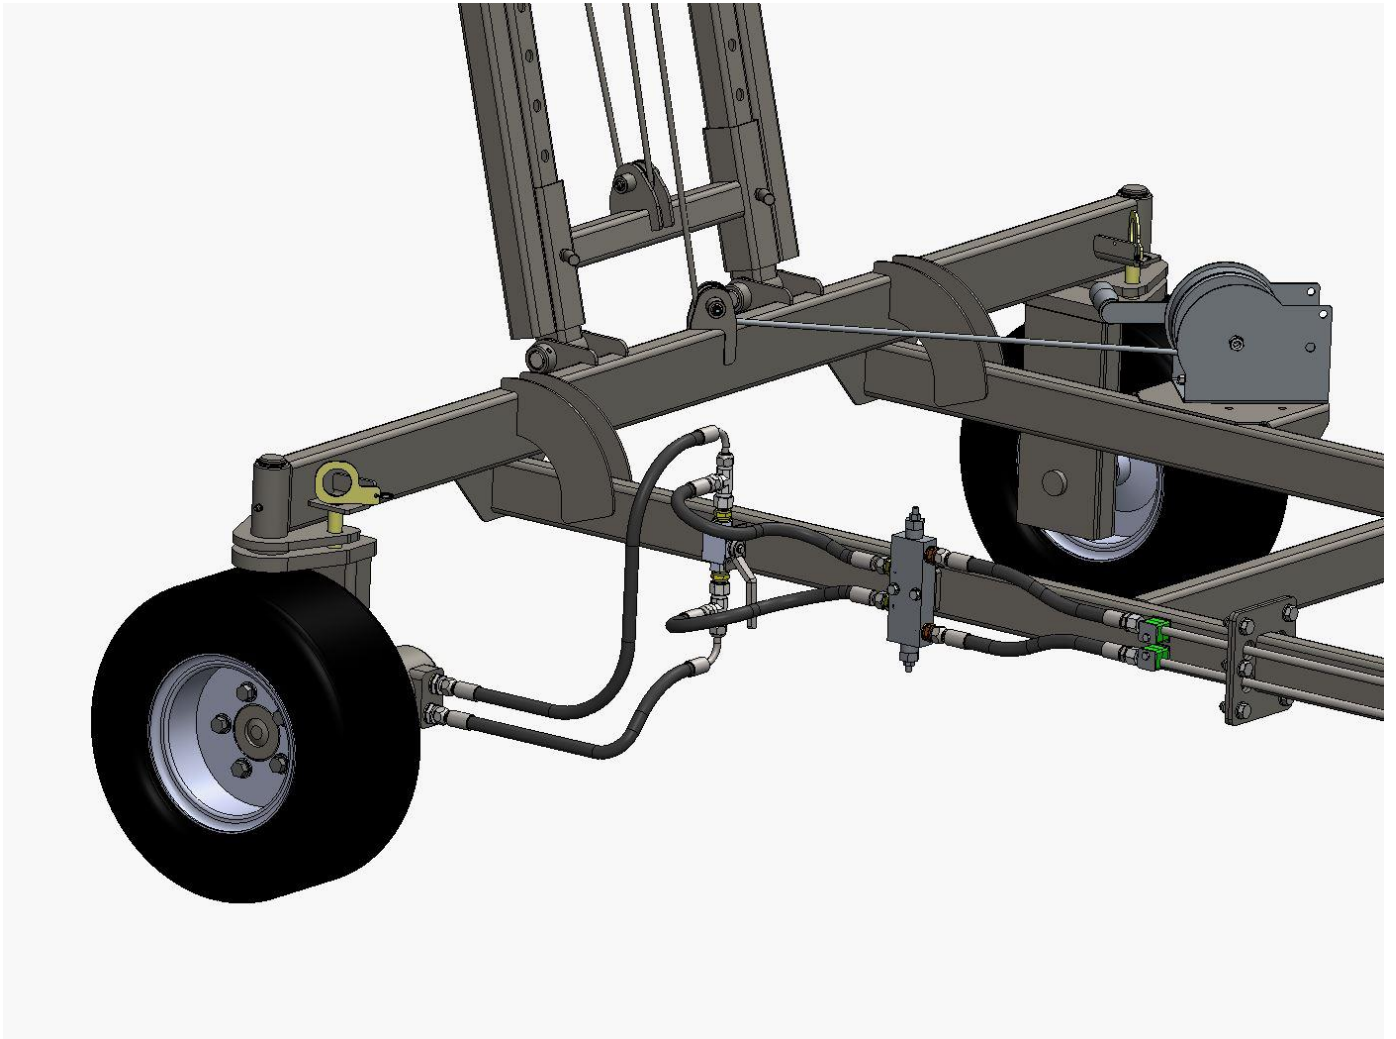

Abb. 8.
3. Drehen Sie die Räder des Förderers gerade und sperren Sie sie mithilfe der Verriegelungsbolzen wie in Abb. 8.
4. Drehen Sie den Hahn (Abb. 8) in die untere Position, woraufhin das Hydrauliköl in den Hydraulikmotor fließen kann.
Das Gitter des Schmutzabführers kann in 4 verschiedene Positionen gebracht werden, indem die Löcher der Schrauben (Abb. 8 a, auf beiden Seiten) gewechselt werden. Der Winkel der Schmutzabführplatte wird mit den Kettengliedern eingestellt.